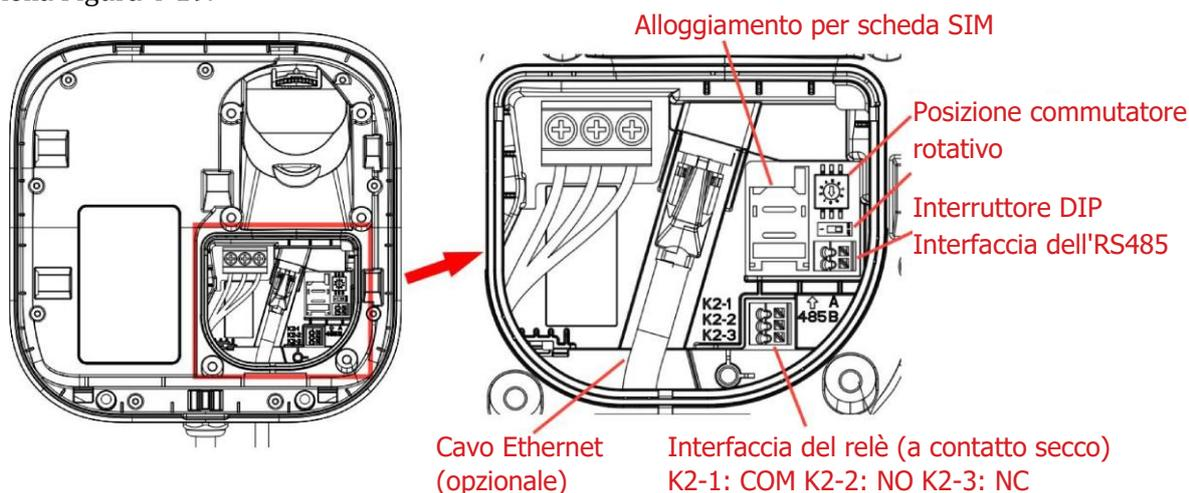
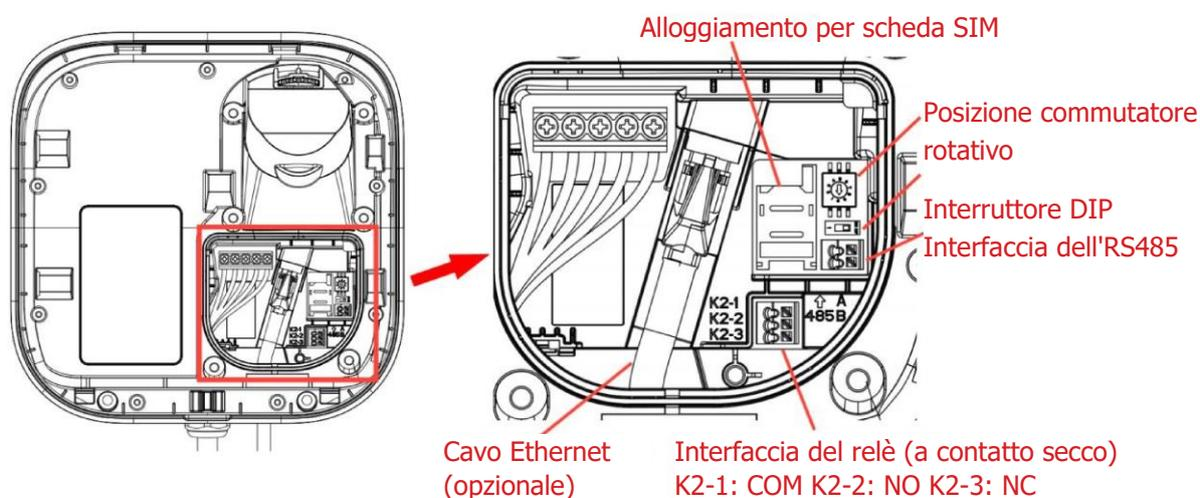

Figura 4-18 7 kW
Figura 4-19 11 kW
(6) Inserire il cavo di rete nella porta del cavo Ethernet (il cavo di rete è necessario solo quando è richiesta la comunicazione Ethernet) e installare la scheda SIM, come illustrato nella Figura 4-18 e nella Figura 4-19.